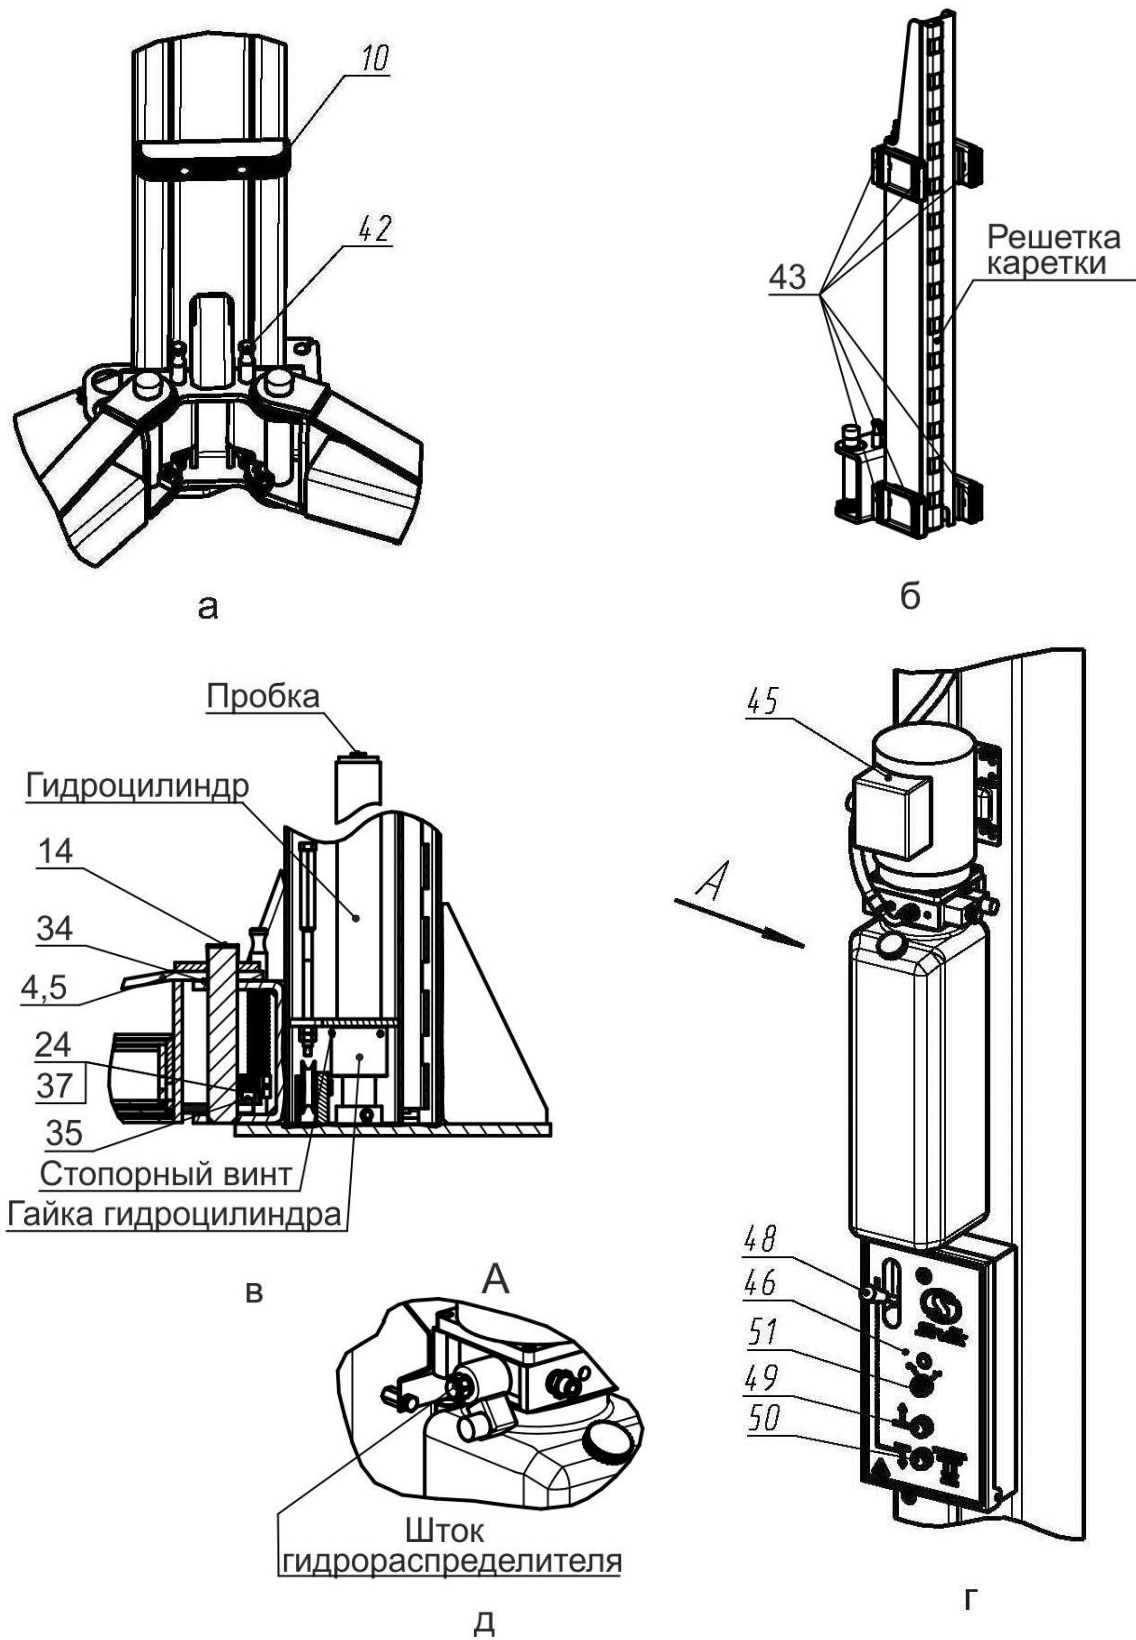
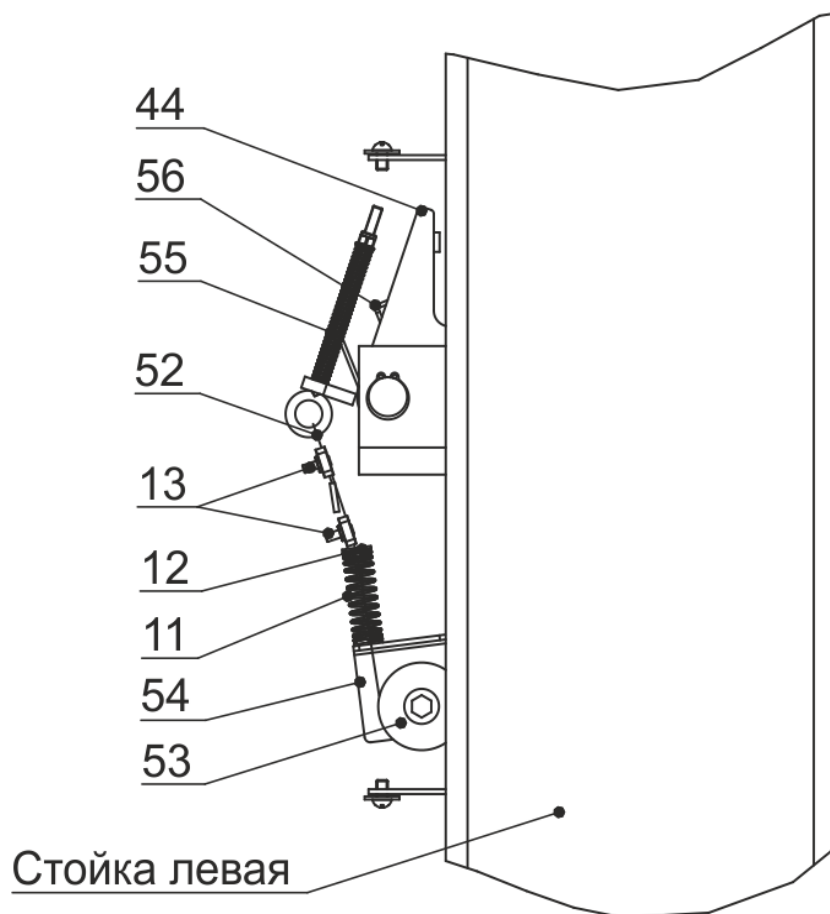

Рисунок 4.1 – Виды подъемника
Рисунок 6.4 - Система стопорения кареток
Подъемник (рисунок 3.1) состоит из двух стоек коробчатого сечения - правой 1 и левой 2, соединенных между собой перекладиной 3. В стойках размещены каретки 63 с закрепленными на них поворотными телескопическими подхватами 4 и 5 разной длины. На концах подхватов 4, 5 установлены опоры 7, подставки опоры 8, 9. Подхваты фиксируются стопорными устройствами 42 (рисунок 4.1 а), автоматически срабатывающими при подъеме автомобиля. При опускании кареток 63 в крайнее нижнее положение происходит автоматическое расстопорение подхватов 4 и 5. Каретки 63 приводятся в движение гидравлическими цилиндрами, установленными внутри стоек. Подъемник снабжен системой 62 тросовой синхронизации движения кареток 63.
Каждая каретка 63 (рисунок 4.1 б) снабжена полиамидными ползунами 43, скользящими по беговым дорожкам стоек 1 и 2. Каретки фиксируются на требуемой высоте стопорами-защелками 44 (рисунок 6.4), закрепленными на стойках 1,2 и входящими в зацепление с решетками на каретках 63.
На правой стойке (рисунок 4.1 г) размещена насосная станция 45 с пультом управления 46. Внутри насосной станции 45 находится клапан предохранительный, предотвращающий перегрузку в гидросистеме. Клапан предохранительный настроен на заданное давление и опломбирован.
Для предотвращения повреждения дверей автомобиля (при открывании) на каретки 63 установлены накладки 10, фиксируемые винтами М8х30, шайбами 8Г и шайбами 8 (рисунок 3.1 и рисунок 4.1 а).
Управление подъемником осуществляется рычагом 48 (рисунок 4.1 г) и двумя кнопками 49 и 50, установленными в пульте управления 46. Рычагом 48 осуществляется расстопорение кареток 63, а кнопками 49 и 50, подъем (кнопка 49) и опускание (кнопка 50) кареток 63.
6.6 Установить тросик системы стопорения (рисунок 6.4). Для этого снять крышку, закрывающую стопор-защелку 44 на левой стойке 2, отвернув два винта М6х10. Тросик 52 системы стопорения, закрепленный на правой стойке 1 (с насосной станцией 45), протянуть через блоки, направляющие трубки в перекладине 3 к стойки левой 2 и вывести через блок 53 и отверстие в кронштейне 54 наружу. На свободный конец тросика надеть пружину 11 со втулками 12, выбрать слабинку тросика и затянуть зажим 13.
Для того чтобы проверить срабатывание упругой тяги 55, необходимо одному человеку прижать рукой защелку 44 к стойке 2, а другому повернуть рычаг 48 (рисунок 4.1 г) на себя. Упругая тяга 55 должна вытянуться на полный ход штока.
При повороте рычага 48 (рисунок 4.1 г) защелки на левой и правой стойки должны срабатывать одновременно. При отпуске рычага 48, защелки на левой и правой стойке должны вернуться в исходное положение. Регулировка проводится выборкой слабины тросика 52 и обжатием петли от вытягивания зажимом 13.
6.9 Открутить пробку бака насосной станции 45 и залить масло (около 12 л) до верхней метки «МАХ» (рисунок 4.1 г). Уровень масла контролировать визуально. Установить пробку бака на место.
- кратковременным нажатием на кнопку 49 (двигатель должен работать, вращение крыльчатки по стрелке на кожухе эл. двигателя, а из бака должно убывать масло, рисунок 4.1 г).
- отвернуть пробки у каждого гидроцилиндра на один оборот (рисунок 4.1в)
6.13 Установить подхваты 4 и 5, предварительно одев шайбу 34 на ось каретки, как представлена на рисунке 4.1а и зафиксировать секторами 40 к подхватом 4 (рисунок 4.1в). Сектора фиксировать винтами 24 и шайбами 37. Допускается разно-высотность подхватов до 10 мм. Убедитесь, что подхваты фиксируются стопорными устройствами 42.